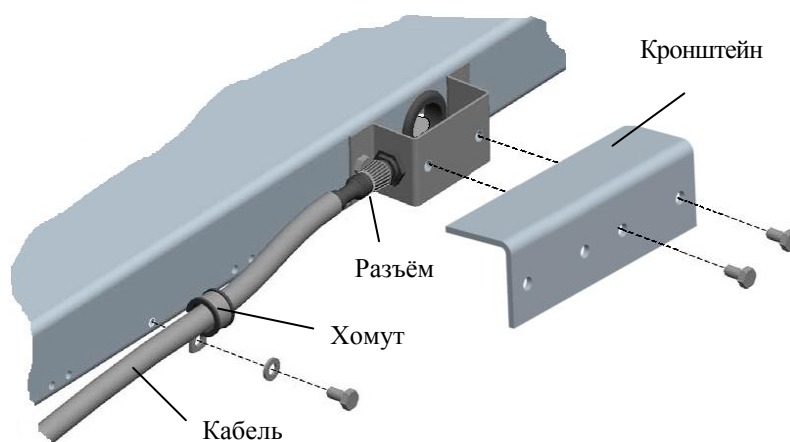

Рис. 4.3 - Подключение кабеля
- 4.2.5 Подключите к модулю кабель. Закрепите кабель хомутом и привинтите защитный кронштейн (Рис. 4.3).
5.2.10 Подключите к модулю кабель. Закрепите кабель хомутом и привинтите кронштейн (Рис. 4.3).
- 6.2.5 Подключите к модулю кабель. Закрепите кабель хомутом и привинтите кронштейн (Рис. 4.3).
- 7.2.4 Подключите к модулю кабель. Закрепите кабель хомутом и привинтите защитный кронштейн (Рис. 4.3).
8.2.9 Привинтите кронштейны (4 шт.) для защиты разъёмов от механических ударов (Рис. 4.3).
9.2.7 Подключите к модулю кабель. Закрепите кабель хомутом (Рис. 4.3).